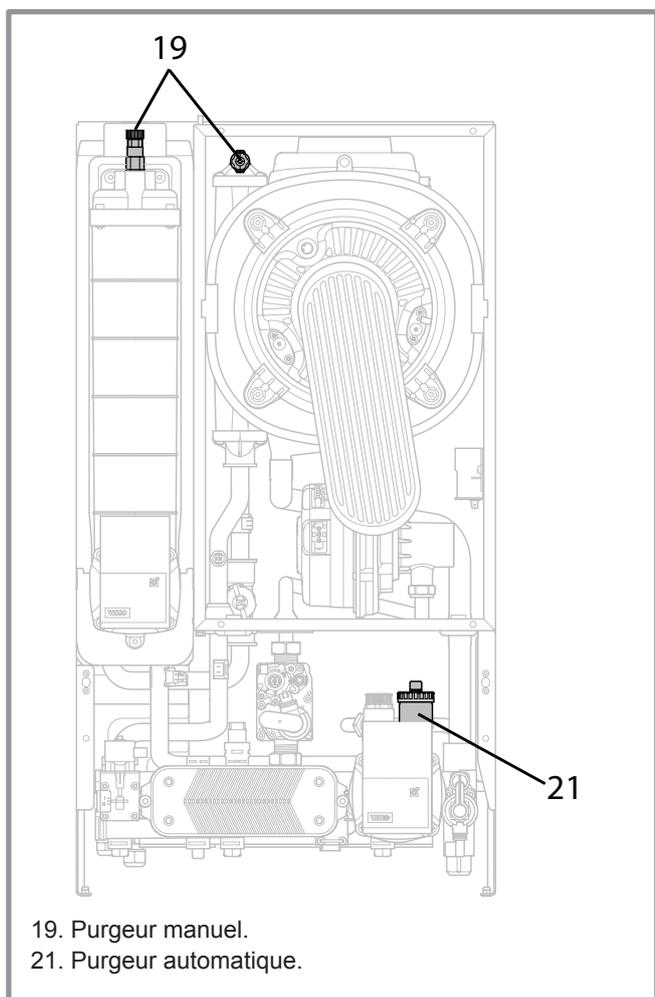

figure 38 - Purgeurs du module hydraulique
3. Pendant le remplissage, ne pas faire fonctionner le circulateur, ouvrir tous les purgeurs de l'installation et les purgeurs (19 et 21, figure 38) du module hydraulique pour évacuer l'air contenu dans les canalisations.
4. Fermer les purgeurs (19) et ajouter de l'eau jusqu'à une pression de 2 bar dans le circuit hydraulique.